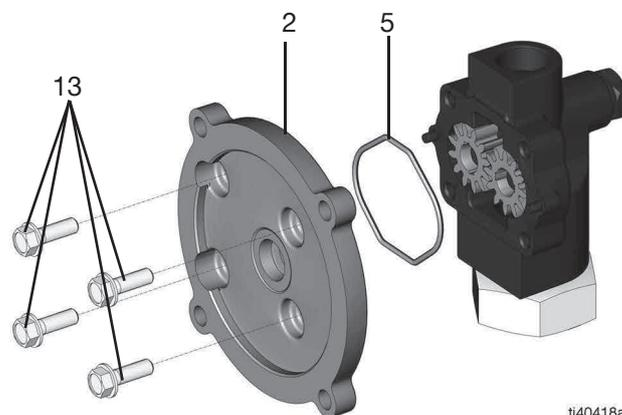

FIG. 10
7. Quite los cuatro tornillos (13) de la placa adaptadora (2) con una llave de tubo de 1/2 pulg. (FIG. 10).
8. Retire la placa adaptadora (2) (FIG. 10).
9. Retire la junta tórica (5) (FIG. 10).
4. Pase los cuatro tornillos (13) por la placa adaptadora (2) y utilice una llave de tubo de 1/2 pulg. para apretarlos (par de apriete de 16 N•m) [142 lb-pulg.] (consulte la FIG. 10).